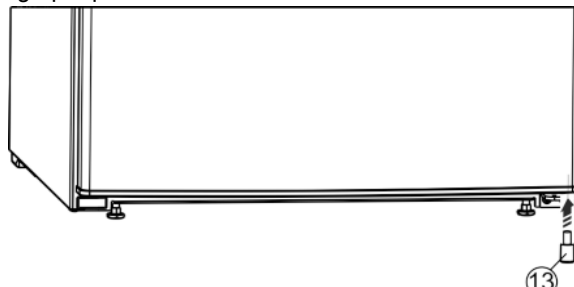

Fig. 7
- Replacer la butée Fig. 7 (13) en bas à droite sur la porte car elle joue un rôle important pour la stabilité de l'appareil.